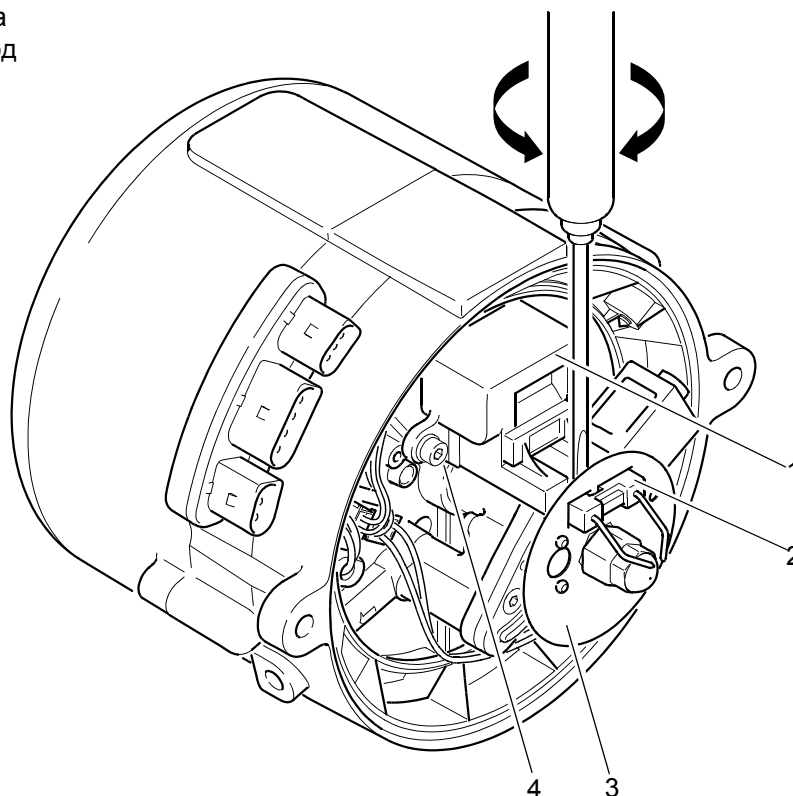
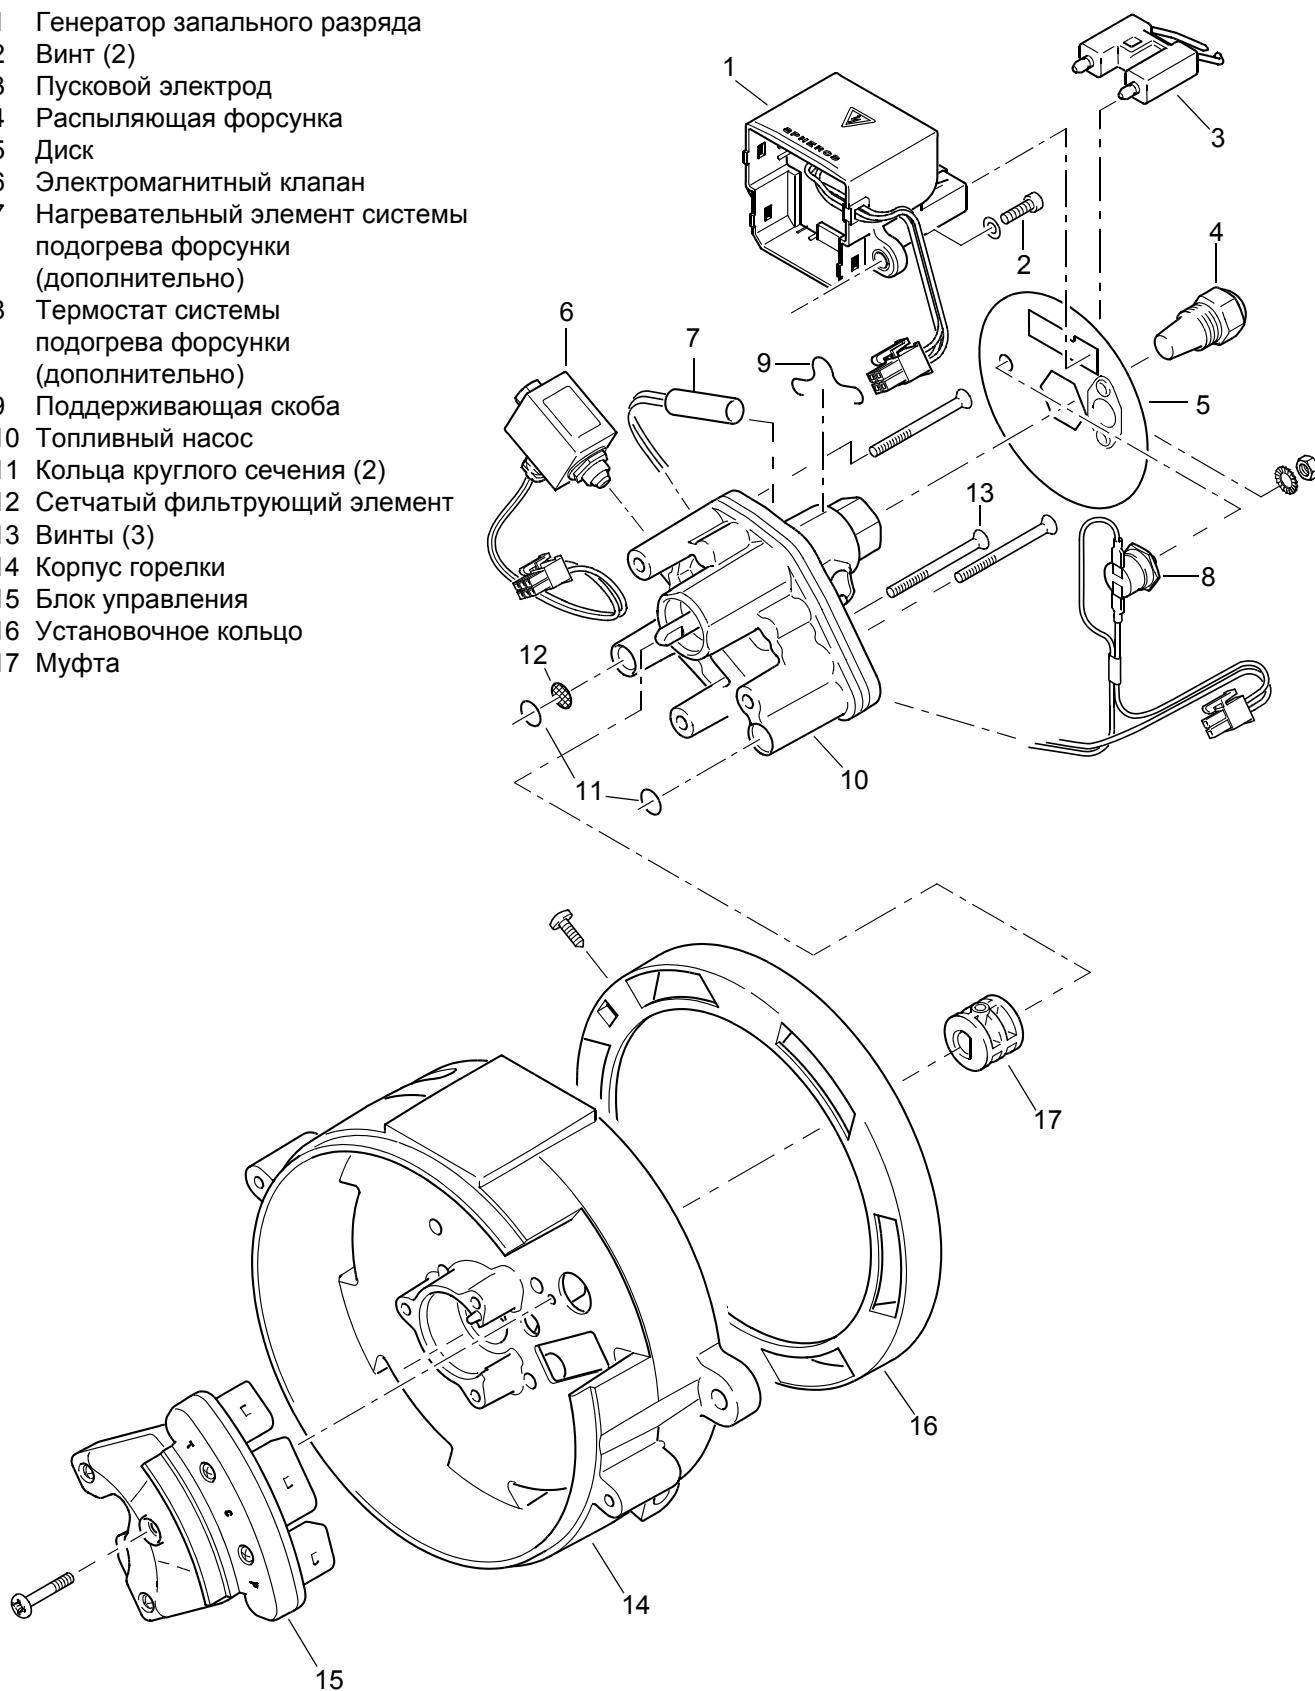
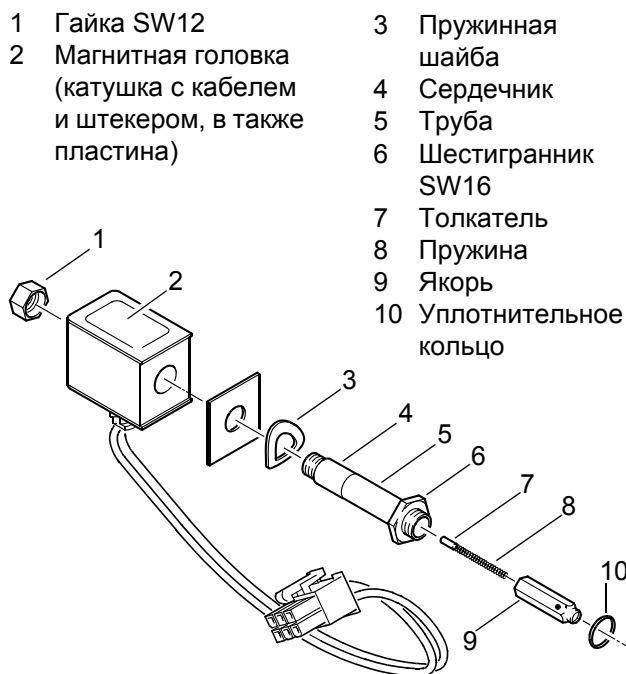

Рис. 804 Демонтаж генератора запального разряда / запального электрода
Рис. 805 Демонтаж и установка компонентов
Рис. 806 Электромагнитный клапан
2. Отсоединить запальный электрод (2, Рис. 804) от генератора запального разряда отверткой, повернув сбоку, и удалить.
3. Удалить диск (3).
4. Удалить винты (4) со стопорными шайбами.
5. Стянуть и удалить генератор запального разряда (1).
1. Установить генератор запального разряда (1, Рис. 804) в положение установки, вставить в соответствии с соединением и закрепить винтами (4).
2. Затянуть винты (4) с усилием 5 Нм +1 Нм.
3. Вставить диск (5) на трубку сопла топливного насоса (9, Рис. 805) и выровнять относительно датчика пламени в блоке управления (14, Рис. 805) и генератора запального разряда.
4. Вставить запальный электрод (2, рис. 804).
2. Отсоединить запальный электрод (2, Рис. 804) от генератора запального разряда отверткой, повернув сбоку, и удалить. (см. Рис. 804)
4. Отсоединить штекер электромагнитного клапана (6, Рис. 805) и дополнительную систему подогрева форсунки (7) от блока управления (15).
5. Удалить винты (13).
6. Вытянуть и удалить топливный насос (10) с электромагнитным клапаном (6).
7. При необходимости снять систему подогрева форсунки (7). Для этого удалить поддерживающую скобу (9) с трубки сопла соответствующим инструментом.
8. При необходимости снять электромагнитный клапан (6) с топливного насоса (10) (см. 8.9).
1. При необходимости установить электромагнитный клапан (6, Рис. 805) на топливном насосе (10). (см. 8.9)
2. Отсоединить запальный электрод (2, Рис. 804) от генератора запального разряда отверткой, повернув сбоку, и удалить (см. Рис. 804).
3. Удалить диск (5, Рис. 805).
4. Отсоединить штекер электромагнитного клапана (6) от блока управления (15).
5. Отсоединить шестигранник SW 16 (6, Рис. 806) электромагнитного клапана (6, Рис. 805) соответствующим инструментом от топливного насоса (10) и отвинтить электромагнитный клапан (6).
1. Уплотнительное кольцо (10, Рис. 806) со стороны топливного насоса следует заменить. Обратить внимание на правильное положение установки якоря, пружины и толкателя (см. Рис. 806).
2. При необходимости установить электромагнитный клапан (6, Рис. 805) на топливном насосе (10).
3. Затянуть шестигранник SW 16 (6, Рис. 806) электромагнитного клапана соответствующим инструментом с усилием  $5 \text{ Нм} \pm 0,5 \text{ Нм}$ .
4. Подсоединить штекер электромагнитного клапана (6, Рис. 805) к блоку управления (15).
5. Вставить диск (5) на трубку сопла топливного насоса и выровнять относительно датчика пламени в блоке управления (15) и генератора запального разряда (1).
6. Вставить запальный электрод (3).
Если ослаблялась гайка SW 12 (1, Рис. 806), то ее следует затянуть с крутящим моментом  $1,5 \text{ Нм} + 0,3 \text{ Нм}$  и после этого покрыть фиксирующим лаком.
1. Винтить распыляющую форсунку (4, Рис. 805) и затянуть с усилием  $20 \text{ Нм} \pm 2 \text{ Нм}$ . Если используется ключ для форсунок, то шестигранник трубки сопла топливного насоса (10) следует придерживать соответствующим инструментом.
2. Вставить диск (5) на трубку сопла топливного насоса и выровнять относительно датчика пламени в блоке управления (15) и генератора запального разряда (1).
3. Вставить запальный электрод (3).